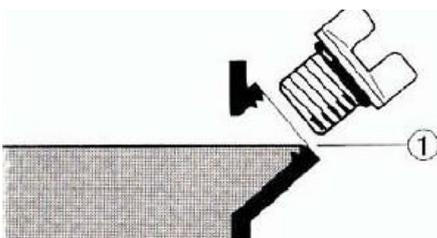

Abb. 14: Öl-Füllstand prüfen
Schritt 4: Den korrekten Öl-Füllstand prüfen (1, Abb. 14).